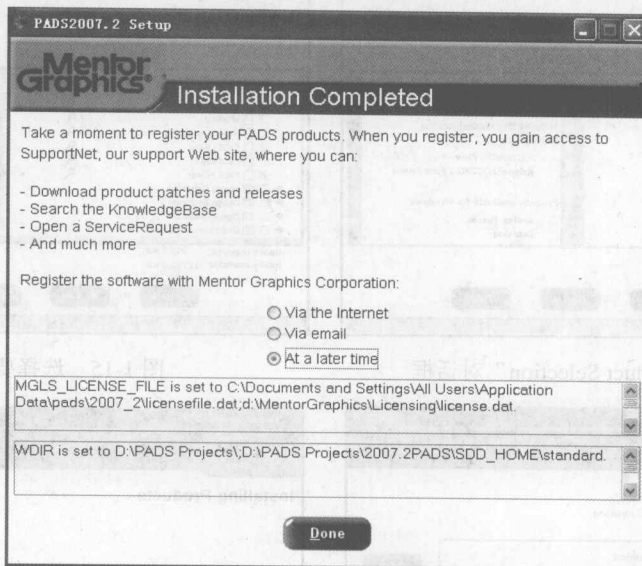

图 1-19 选择获取支持途径
(11) 单击“Done”按钮，弹出如图 1-19 所示的对话框，选中“*At a later time*”项，然后单击“Done”按钮，完成软件安装。